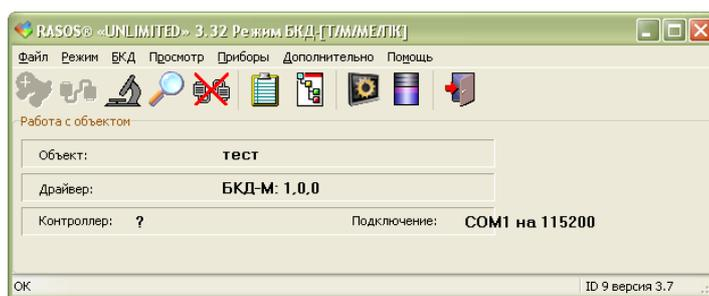

Рисунок 18 - Подключение к мастер-устройству
- 3) Создать подключение к мастер-устройству БКД-М (рисунок 18). Откроется окно, в строке состояния которого будет указано «ОК».